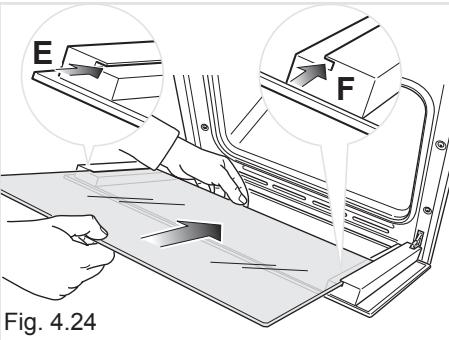

Fig. 4.24
- Inserire il vetro nelle guide “E” ed “F” (fig. 4.24) e farlo scorrere dolcemente fino ai fermi “H” (fig. 4.24).